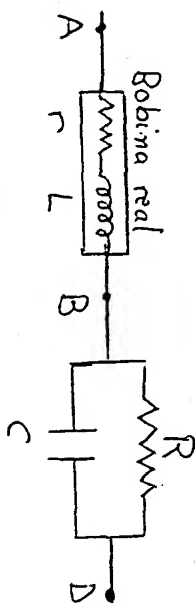

figura 3
- 5.- Un circuito de corriente alterna está constituido por una resistencia $R = 100 \Omega$ conectada en paralelo con un condensador de capacidad $C = 31.83 \mu\text{F}$, estando el conjunto conectado con una bobina real con una resistencia interna $r = 40 \Omega$ y un coeficiente de autoinducción $L = 0.2 \text{ H}$, como se indica en la figura 3. Cuando se aplica una señal alterna de frecuencia $\nu = 50 \text{ Hz}$ pasa a través del condensador una intensidad de 1 A. Calcular: